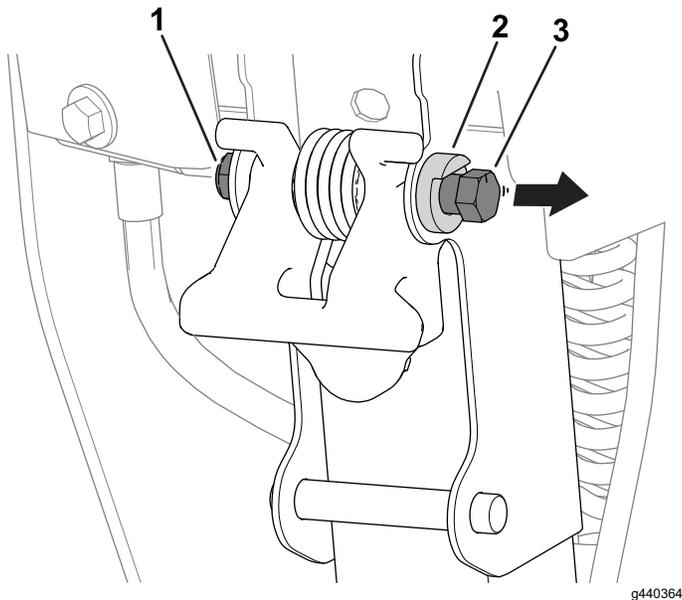

Figure 7
1. Desserrez l'écrou sur le boulon de verrouillage afin que la tête du boulon se déplace librement juste au-delà de la butée de pivot (Figure 7).
3. Serrez l'écrou sur le boulon de verrouillage (Figure 7) pour bloquer le boulon à sa nouvelle position contre la butée de pivot.